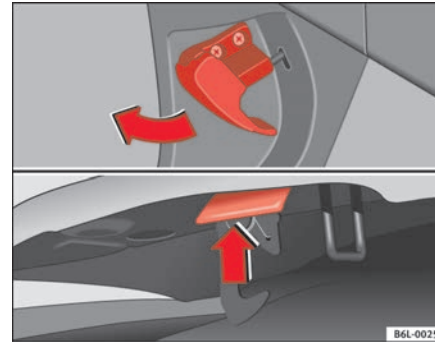

Abb. 121 Ausschnitt aus dem Fußraum auf der Fahrerseite: Entriegelungshebel für die Motorraumklappe
- Ziehen Sie den Hebel unter der Instrumententafel ⇒ **Abb. 121** in Pfeilrichtung. Die Motorraumklappe wird durch Federwirkung entriegelt ⇒ **⚠**.